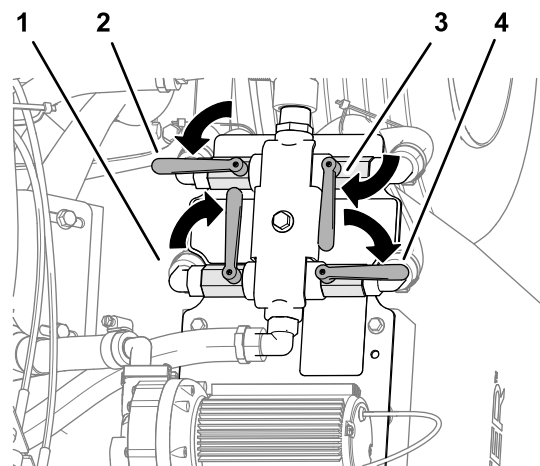

Figura 38
4. Gire las palancas de las válvulas como se indica en la Figura 38.